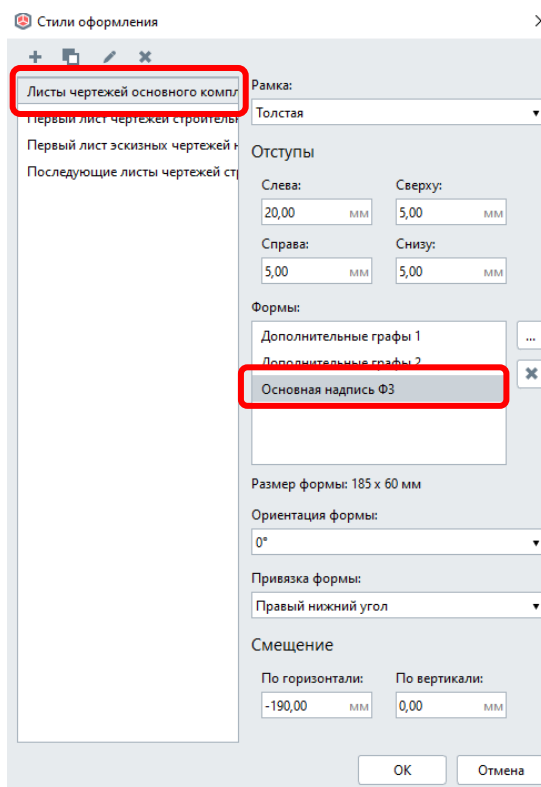

Рис. 2 Окно Стили оформления
4. Далее в **Параметрах** выбираем **Стиль оформления** и выбираем **Другой**. В открывшемся окне выбираем следующее (рис. 2) и нажимаем **ОК**